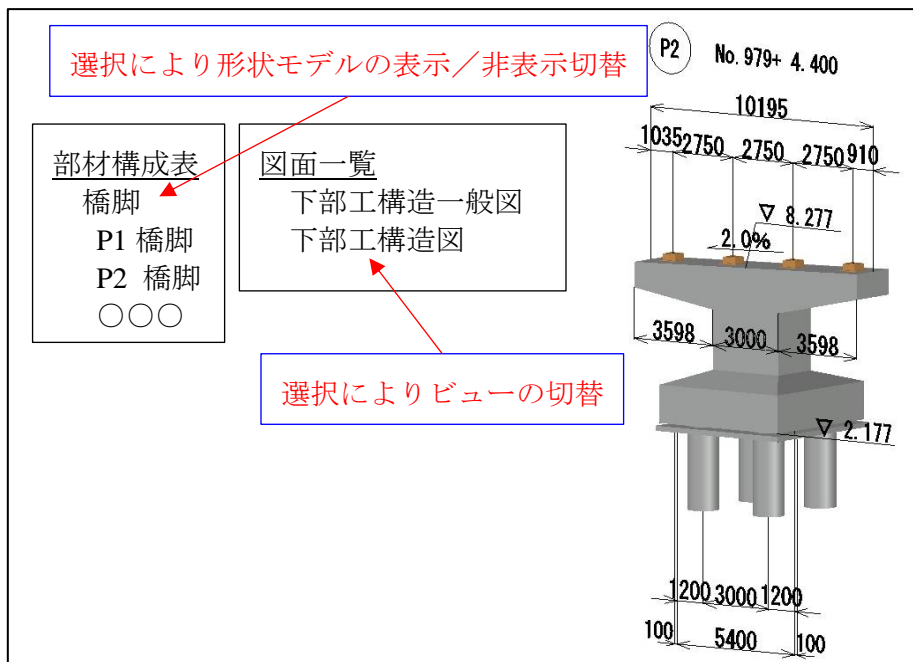

図 5-2 要素構成表及び図面一覧表の表示例
1. 形状モデルの表示・非表示の切り替えができるように、橋台、橋脚、基礎等の要素構成表を選択できることが望ましい（図 5-2 参照）。
3. モデル管理情報に設定された図面一覧を選択でき、平面図、断面図等の画面に切り替えことができることが望ましい（図 5-2 参照）。